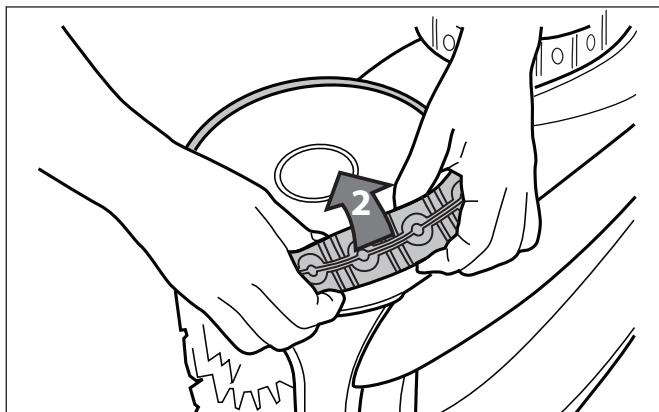

Figure 34. Retrait du pneu usé
2. Retirez le pneu usé (Figure 34).